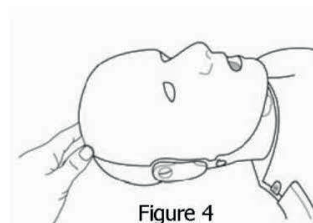

Figure 4
4. Überstrecken Sie den Kopf des Modells (Figure 4).